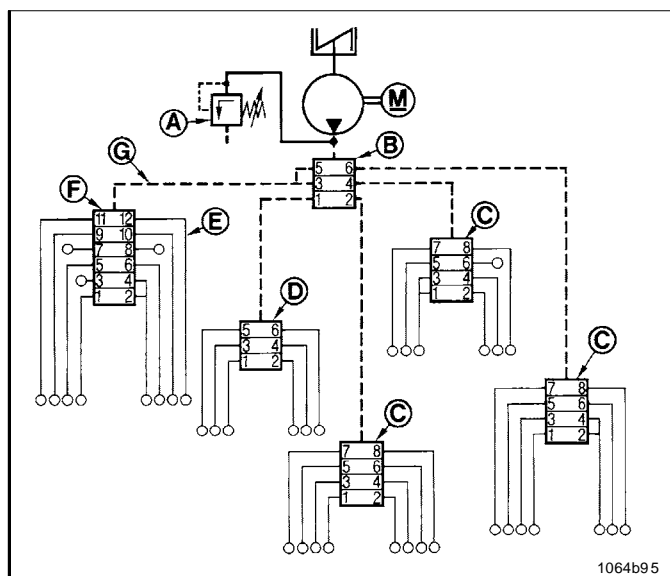

Fig. 22 Esempio di impianto di lubrificazione
- Il distributore principale B (Fig. 22) è collegato al distributore secondario attraverso una tubo per alte pressione G. Ciò crea quindi un concatenamento tra la pompa che sta a monte e tutto l'impianto ad essa allacciato che sta a valle.